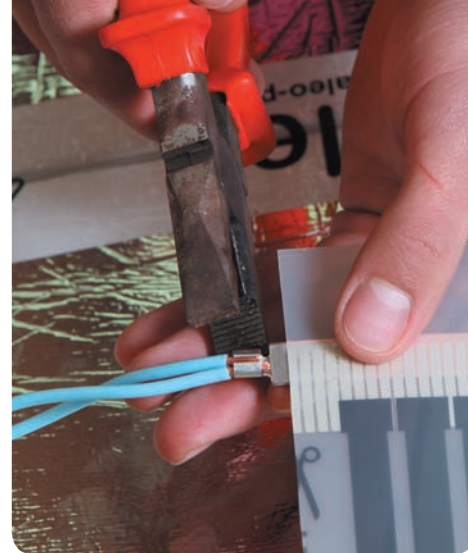

Рис. 16. Надежно зажмите провода в контактом зажиме
15. Вложите оголенный провод (или два провода, где это необходимо) в контактный зажим и с усилием зажмите его (их) с помощью пассатижей (рис. 16). Убедитесь, что провод надежно закреплен в контактом зажиме.